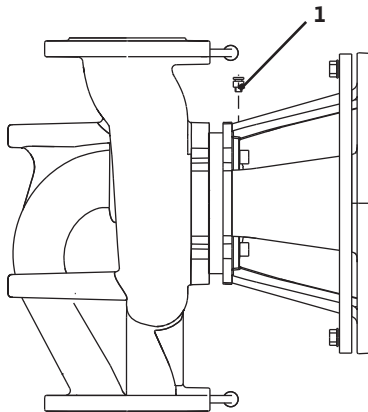

fig.35: Valvola di sfiato
- Sfiatare le pompe allentando le valvole di sfiato (fig. 35, pos. 1). Il funzionamento a secco distrugge la tenuta meccanica della pompa. Il trasduttore differenza di pressione non deve essere sfiato (pericolo di distruzione).